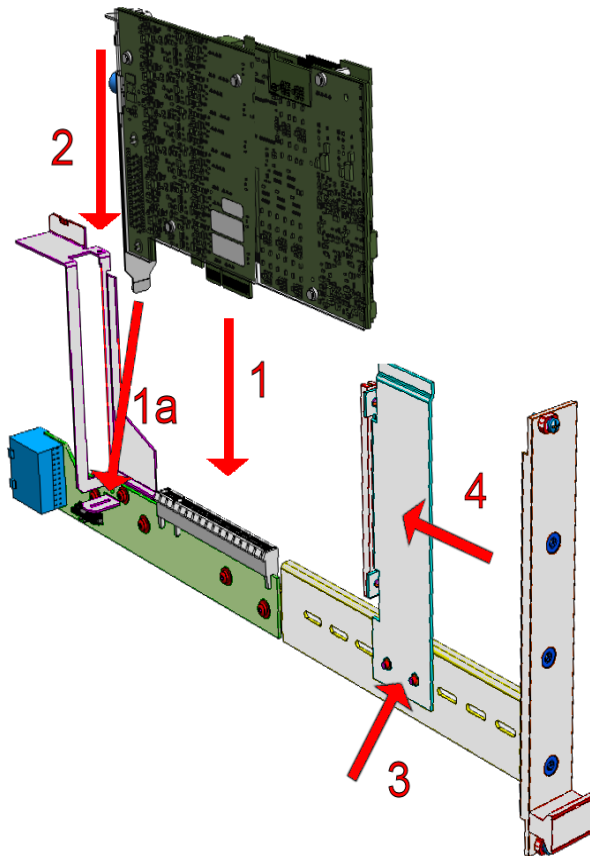

Abb. 3-4 Einbau einer PCI Express-Karte im ES5370.1 Carrier Board (siehe Text)
1. Stecken Sie die PCI Express-Karte wie in einen normalen PCI Express-Steckplatz (siehe Abb. 3-4 auf Seite 49).
2. Stecken Sie den PCI Express-Anschluss der Karte in den Anschlussstecker der Trägerkarte (1).
4. Befestigen Sie das Slotblech der Karte oben mit der Schraube am Halteblech der Trägerkarte (2).
5. Montieren Sie die Vorrichtung, die die Karte am anderem Ende fixiert, in den passenden Schlitzlöchern (3). Die Schrauben sind vom Typ „Torx T8“.
6. Schieben Sie die Haltevorrichtung so in Richtung Karte, dass diese gehalten wird (3) und schrauben Sie die Haltevorrichtung an der Trägerkarte fest (4).